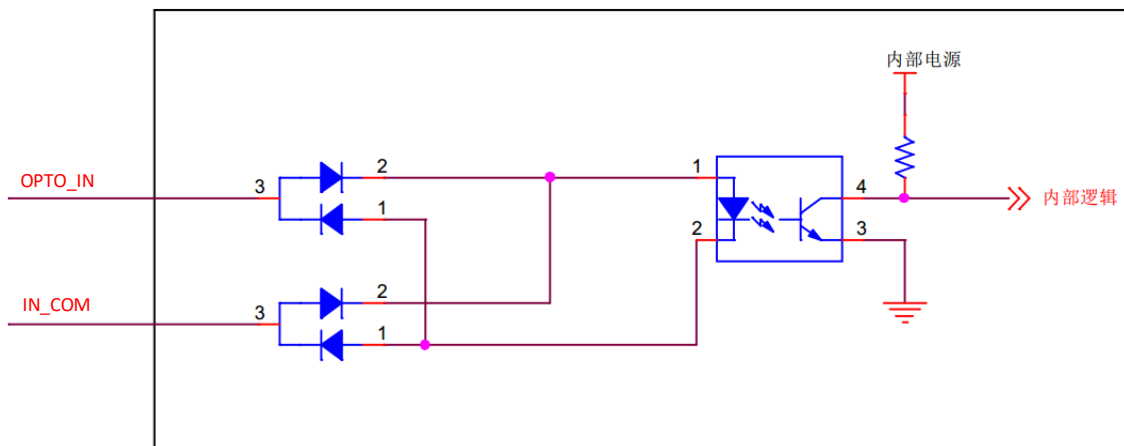

图4-23 I/O 输入接线
(1) I/O 接口的输入接法：（输入电压范围 5~30 VDC），如图 4-23 所示。